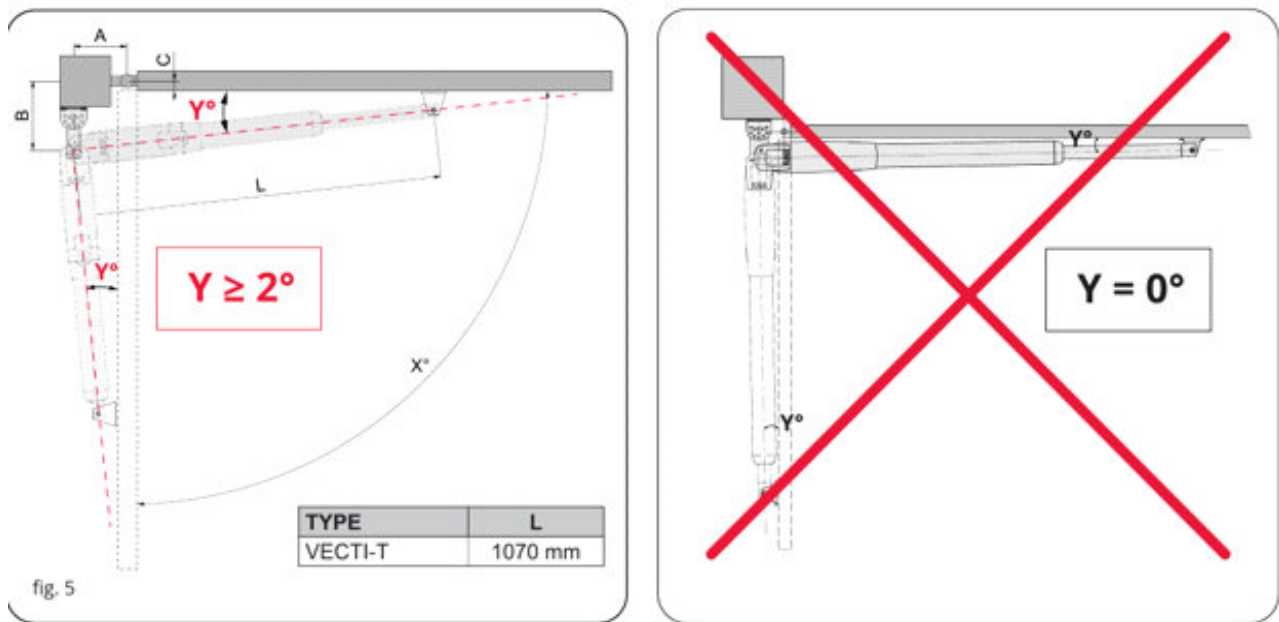

fig. 5 — links: correct ($Y \geq 2^\circ$). Rechts: niet toegestaan ($Y = 0^\circ$).
Installatiematen (fig. 5)
Opmerking: voor een correcte werking moet de hoek tussen de aandrijving en de vleugel (Y° fig. 5) $\geq 2^\circ$ bedragen, zowel bij volledig gesloten als bij volledig geopende vleugel.
8.	Controleer maat "L" volgens de tabel (fig. 5).